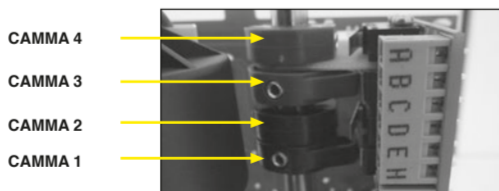

Fig.7 Particolare delle camme di finecorsa
6.6 Regolazione delle posizioni di finecorsa (Fig.7)